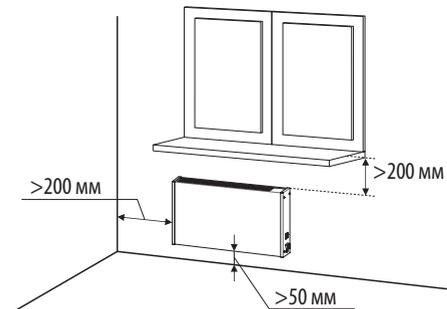

Рисунок 3. Размещение конвектора
6.1. Для нормальной работы конвектора необходимо обеспечить: расстояние до пола – не менее 50 мм, до боковой стены – не менее 200 мм, свободное пространство над конвектором – не менее 200 мм (см. Рисунок 3).